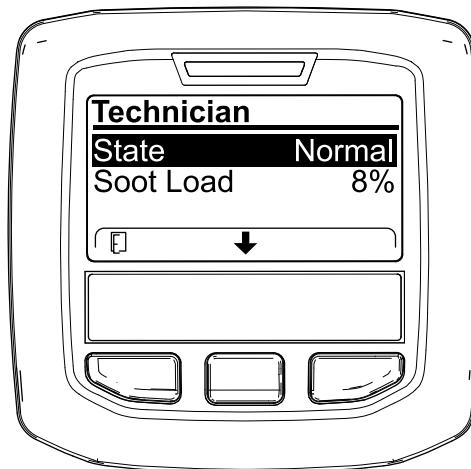

図 56
- DPF 稼働記録表で、現在の DPF の状態を確認する 図 56。